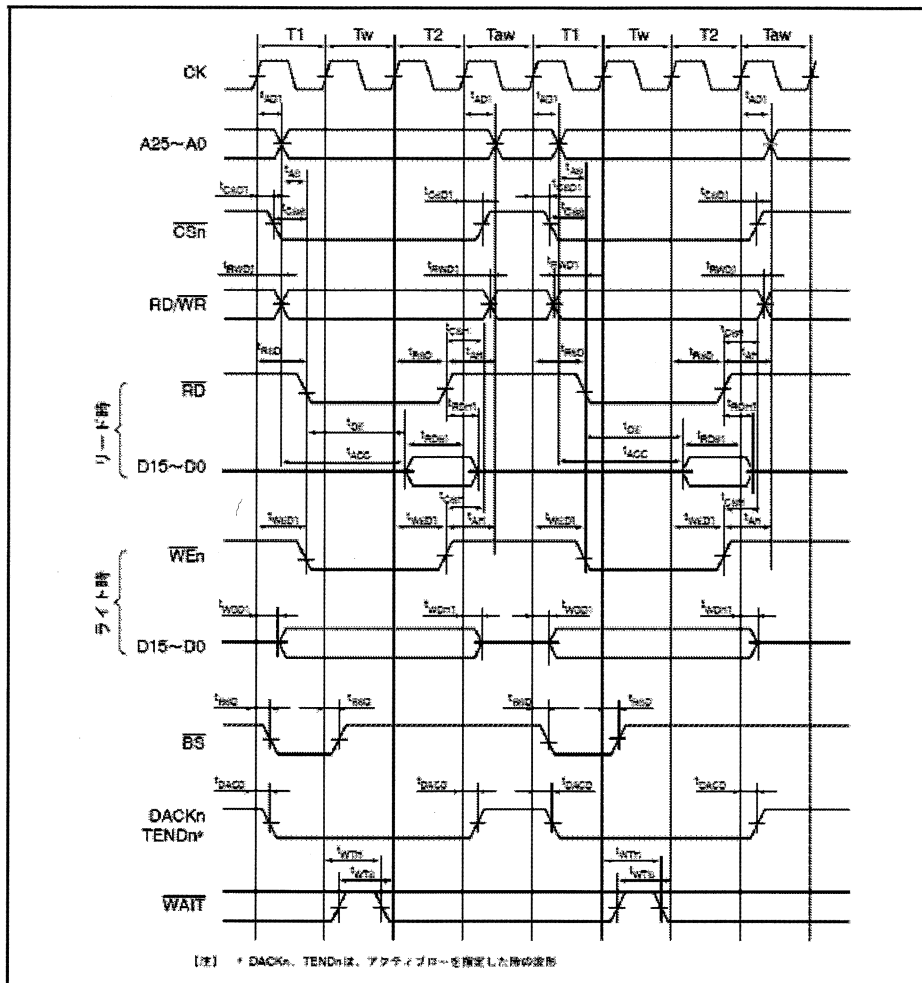

図 27.15 通常空間基本バスサイクル
9. 図 27.15 通常空間基本バスサイクル
【訂正前】(ハードウェアマニュアル 第2版 図 27.15)